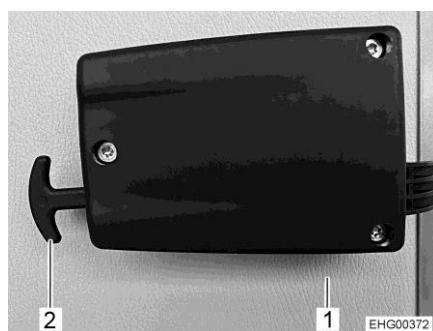

Bild 61 Nödopplåsning garagelucka
- Dra i båda handtagen på nödupplåsningen (Bild 61,2).
- Tryck garageluckan (Bild 61,1) utåt.